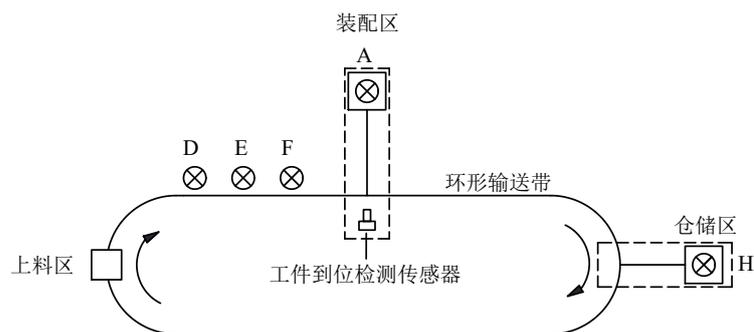

图1 装配流水线示意图
项目要求：图 1 所示为某企业自动化产线中产品装配流水线示意图。待装配的工件由产线其它装置自动放置到水平环形输送带左端上料区。根据生产工艺，输送
(1) 闭合设备电源开关, 按下起动按钮 SB1 后, 变频器起动运行, RL 端子接通, 频率设定为 15Hz, 输送带沿图 1 所示方向以低速运行, 同时指示灯按照 D→E→F 顺序依次点亮 1s 并不断循环。
(2) 按下按钮 SB3 (模拟 A 装配区传感器检测到工件到位) 后, 输送带立即停止运行, 同时指示灯 D、E、F 立即熄灭, A 装配区指示灯点亮, 6s 后熄灭, 接着变频器 RL 端子断开, RM 端子接通, 频率设定为 25Hz, 输送带沿图 1 所示方向以中速运行, 同时指示灯按照 D→E→F 顺序依次点亮 1s 并不断循环。
(3) 输送带以中速运行 15s 后停止, 同时指示灯 D、E、F 立即熄灭, 工件到达 H 仓储区, 仓储区指示灯点亮, 10s 后熄灭, 接着输送带以原低速继续运行, 同时指示灯按照 D→E→F 顺序依次点亮 1s 并不断循环, 待下一工件到达环形输送带上料区后, 流水线继续按上述流程循环工作。
(4) 按下停止按钮 SB2 后, 流水线不立即停止, 继续运行直至完成仓储操作后停止。若再次按下起动按钮 SB1, 流水线继续按上述流程循环工作。